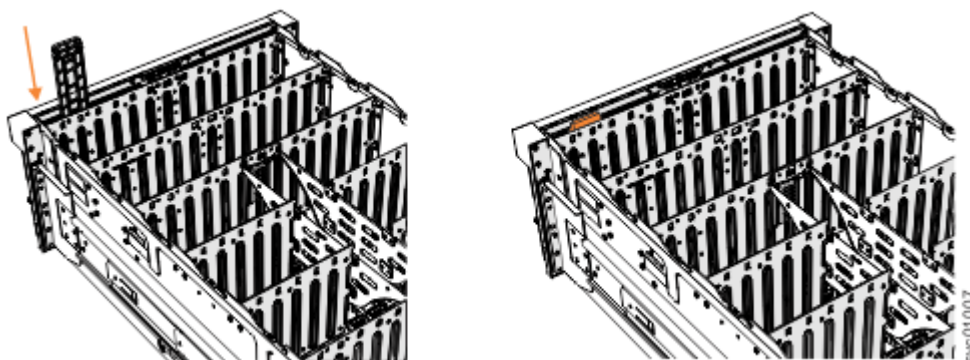

Figura 131. Instalando o conjunto do painel de exibição
2. Alinhe com cuidado o conjunto do painel de exibição no slot na frente do gabinete de expansão, conforme mostrado em Figura 131 na página 118.